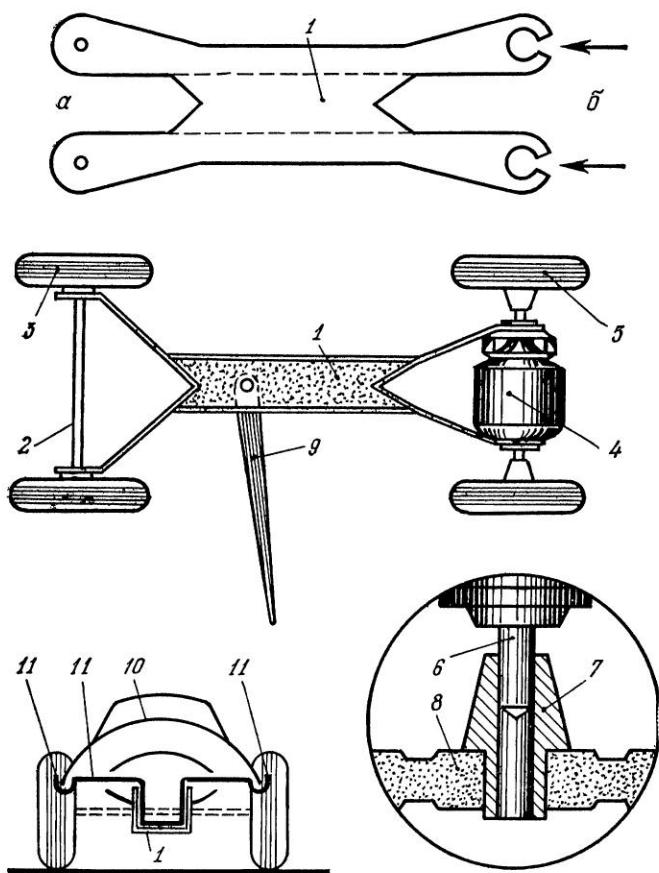

Рис. 67. Детали модели (шасси и поперечный разрез)
Постройку модели начинают с вырезания рамы (шасси) (рис. 67) из алюминиевой пластинки по шаблону (1), в соответствии с размерами имеющегося двигателя.
Края (1) и (2) склеивают в виде овального воздухоприемника. Края (3) и (4) обжимают концами жестяной полоски (поз. 11 на рис. 67), обжимающей, в свою очередь, продольную балку (лонжерон) рамы (1) в ее средней части.